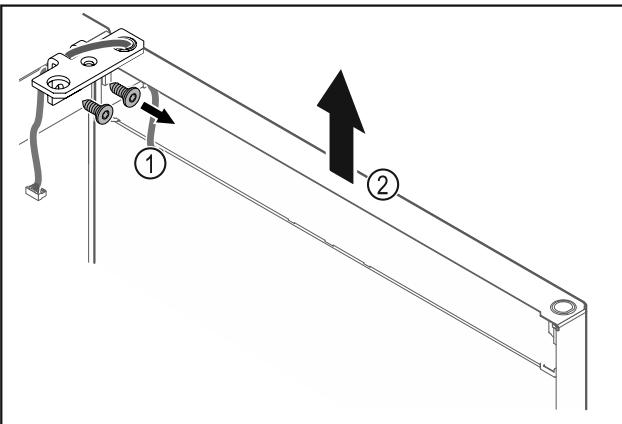

Fig. 18
- Odvignite kutne šarke Fig. 18 (1).
- Dignite vrata s kutnim šarkama Fig. 18 (2) cca 200 mm ravno prema gore i skinite ih.